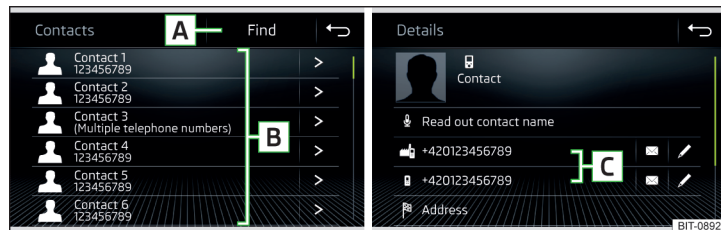
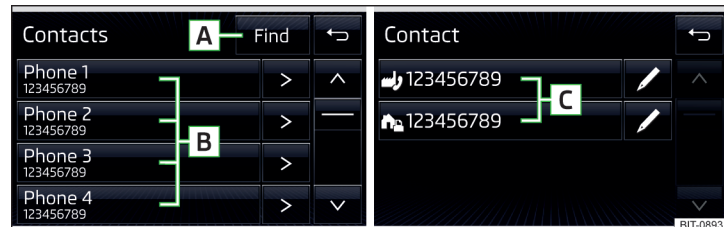

Abb. 165 Amundsen, Bolero: Liste der Telefonkontakte / Kontaktdetails
Abb. 166 Swing: Liste der Telefonkontakte / Kontaktdetails
► Im Hauptmenü *Telefon* die Funktionsfläche ℹ antippen, es wird eine Liste der Telefonkontakte angezeigt » Abb. 165 bzw. » Abb. 166.